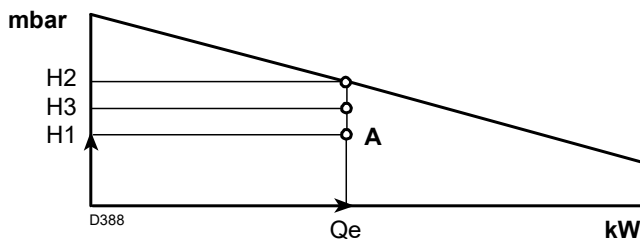

Fig. 3
- 4 Tracciare una verticale dal punto A (Fig. 3), e trovare la massima pressione H2 del campo di lavoro.
Se H3 è maggiore di H1 (Fig. 3), il bruciatore può erogare la portata richiesta.